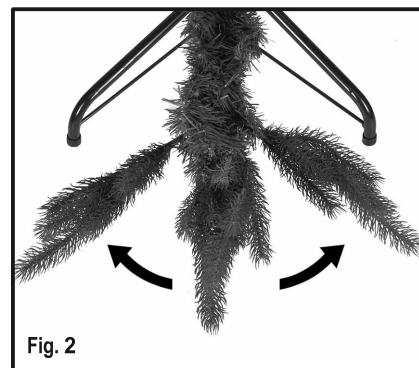

Fig. 2
2. En commençant par la rangée inférieure de la section du bas de l'arbre, tirez les deux extrémités de l'aile de la branche en les éloignant du centre pour obtenir un angle d'environ 45° (figure 2).